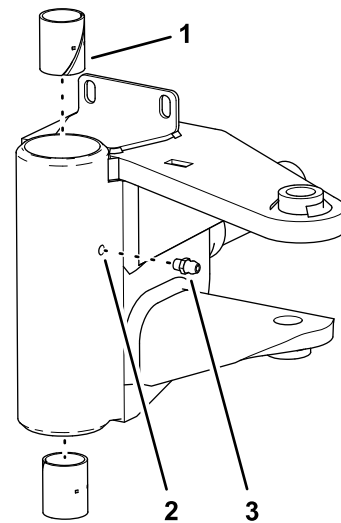

Figura 8
1. Introduzca los 2 casquillos en los extremos del tubo del pivote de dirección de la mangueta (Figura 8).
2. Monte el engrasador en el orificio del tubo del pivote de dirección (Figura 8).